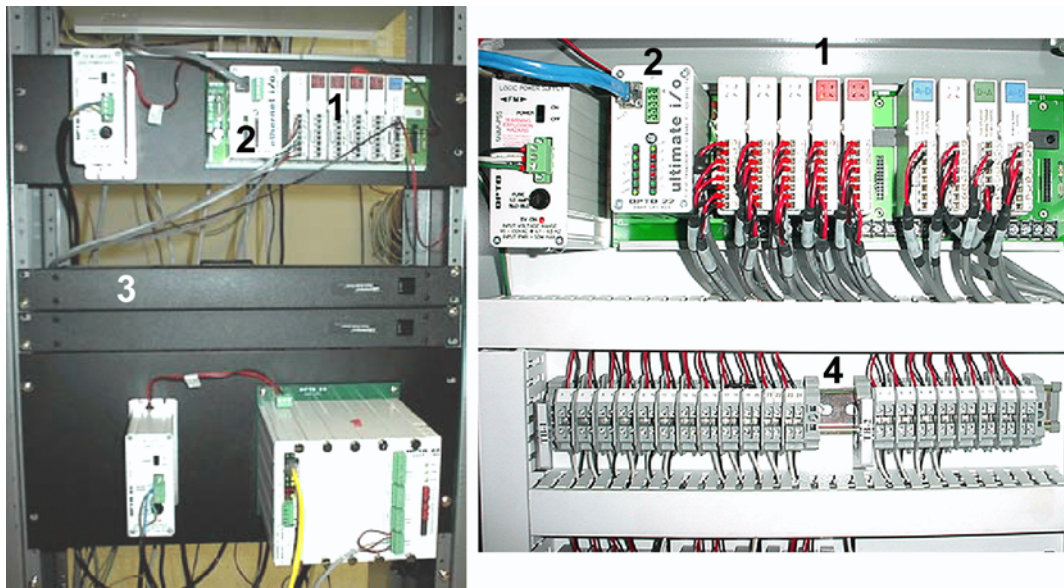

Abb. 3 Praxisbeispiele (Opto 22). 1 - E-A-Moduln; 2 - lokale Prozessoren; 3 - 19"-Einschübe; 4 - Klemmen für ortsfeste Verkabelung
2. Verbundlösungen von 1. und 2. (vgl. Abb. 3),